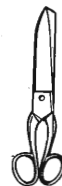

Fig. 641.
- un solido paio di forbici (fig. 641);